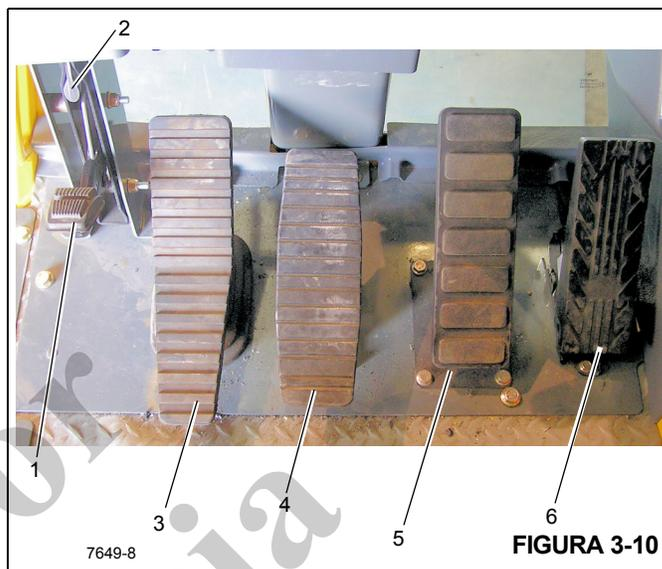

Figura 3-10 - Números de artículos
El pedal del bloqueo de giro en 360° (1) (Figura 3-10) se encuentra en el lado izquierdo del piso de la cabina de la grúa. El pedal se utiliza para activar el sistema de bloqueo de giro para evitar que la torreta gire. Para soltar el bloqueo de giro, tire de la palanca de soltado del bloqueo de giro de 360° (2) hacia arriba.
El pedal del freno de giro (3) (Figura 3-10) se encuentra en el lado izquierdo del piso de la cabina. El pedal del freno de giro se usa para reducir la velocidad del movimiento de giro o detenerlo. La fuerza de frenado es proporcional a la distancia que se pise el pedal. Si no se pisa el pedal y se desengrana la válvula de control del freno de giro, se aplica presión hidráulica al freno, lo cual vence la tensión de su resorte para soltarlo. Cuando se pisa el pedal, se acciona la válvula del servofreno de giro que aplica presión al conjunto del freno. Esta presión auxilia a la tensión del resorte para vencer la presión hidráulica aplicada al circuito de liberación.
El pedal de control de telescopización (4) (Figura 3-10), presente cuando la grúa está provista de malacate auxiliar, se encuentra en el lado izquierdo del piso de la cabina. Pise la parte superior del pedal para extender la pluma y la parte inferior del pedal para retraerla.
El pedal de frenos (5) (Figura 3-10) es el segundo pedal contado desde la derecha en el piso de la cabina. El pedal se pisa para regular la aplicación de los frenos de servicio.
El pedal del acelerador (6) (Figura 3-10) se encuentra en el lado derecho del piso de la cabina. Se usa para controlar la aceleración del motor, la cual aumenta o disminuye proporcionalmente según la presión aplicada al pedal. El pedal está conectado por medios eléctricos al módulo de control de la superestructura, el cual envía una señal a la unidad de control del motor por vía del enlace de datos J1939.